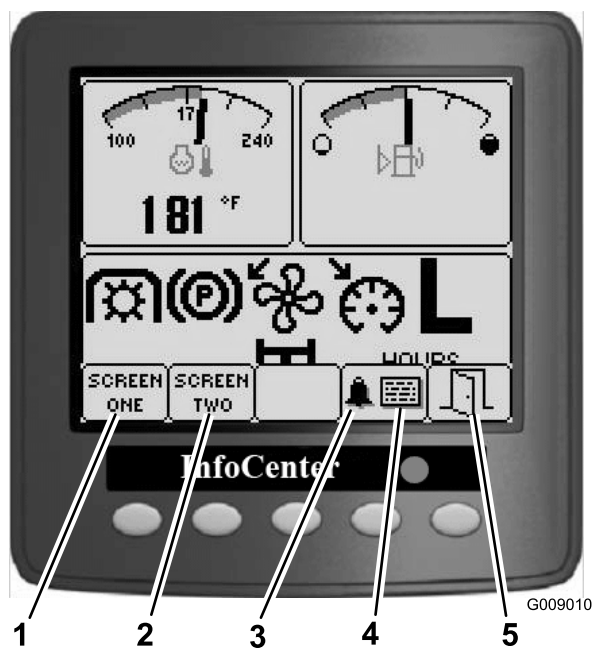

Рисунок 13
- Для просмотра на дисплее страницы 1, страницы 2 или страницы неисправностей, для прекращения звукового предупреждающего сигнала или для выхода нажмите соответствующую кнопку (Рисунок 13).